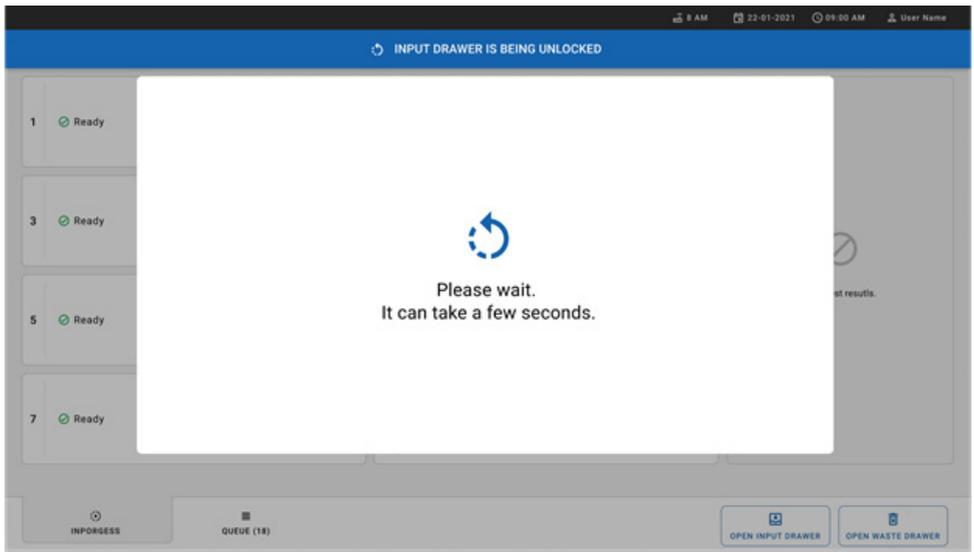

Figura 21. Cuadro de diálogo del cajón de entrada en espera.
- Espera hasta que se desbloquee el cajón de entrada (figura 21).